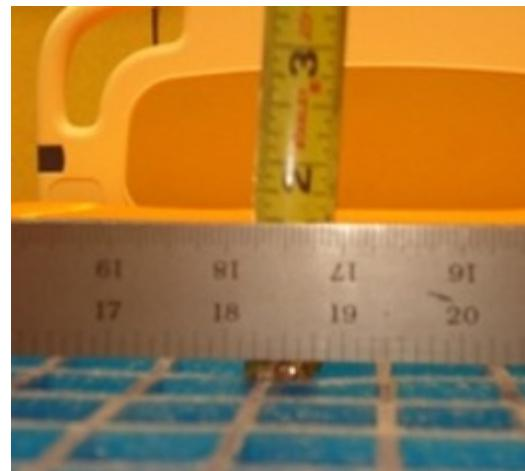

Figura 6-4: Misurazione della profondità massima
6. Con il metro a nastro misurare la profondità massima (la massima depressione) fra la parte inferiore della riga graduata e la parte superiore della schiuma (Figura 6-4 a pagina 6-17).